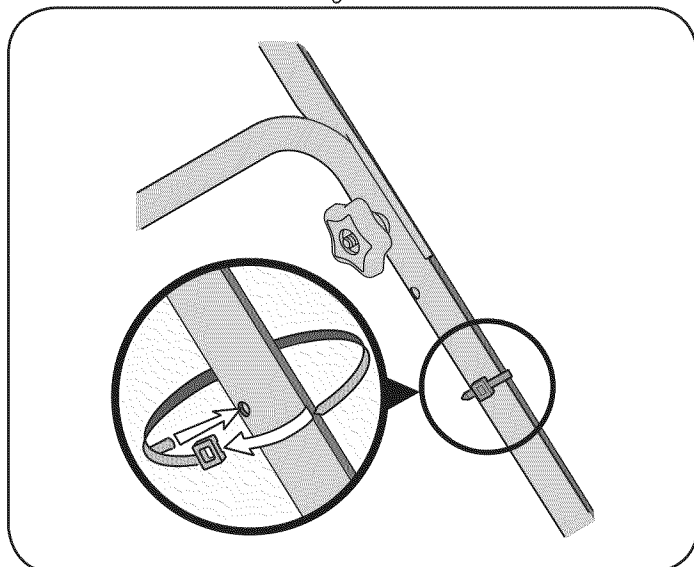

Figura 4
4. Una los cables a la manija inferior con las uniones de cable que ya se encuentran en la manija inferior. Inserte los pasadores de las uniones de cables dentro de los orificios de la manija inferior. Vea la Figura 4. Jale las uniones de cables apretándolas y recortando el exceso.